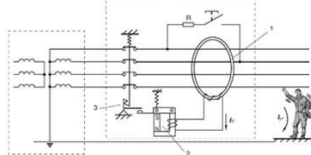

Рисунок 1. Принцип действия выключателя дифференциального тока.
Принцип действия поясняется на Рисунок 1. В нормальном режиме работы при отсутствии тока утечки по проводникам защищаемой цепи протекают рабочие токи через трансформатор тока (далее – ТТ) (1). Эти токи наводят в магнитном сердечнике ТТ равные, но векторно встречно-направленные магнитные потоки. Результирующий магнитный поток равен нулю. Вся система находится в состоянии покоя. При возникновении тока утечки баланс токов в проводниках, и, следовательно, магнитных потоков в сердечнике нарушается, и во вторичной обмотке ТТ появляется трансформированный дифференциальный ток I₂. Если этот ток превышает значение уставки электромагнитной защелки на постоянном магните (2), защелка срабатывает и посредством рычага размыкает замок механизма свободного расцепления (3), тем самым отключается защищаемая цепь от питающей сети.